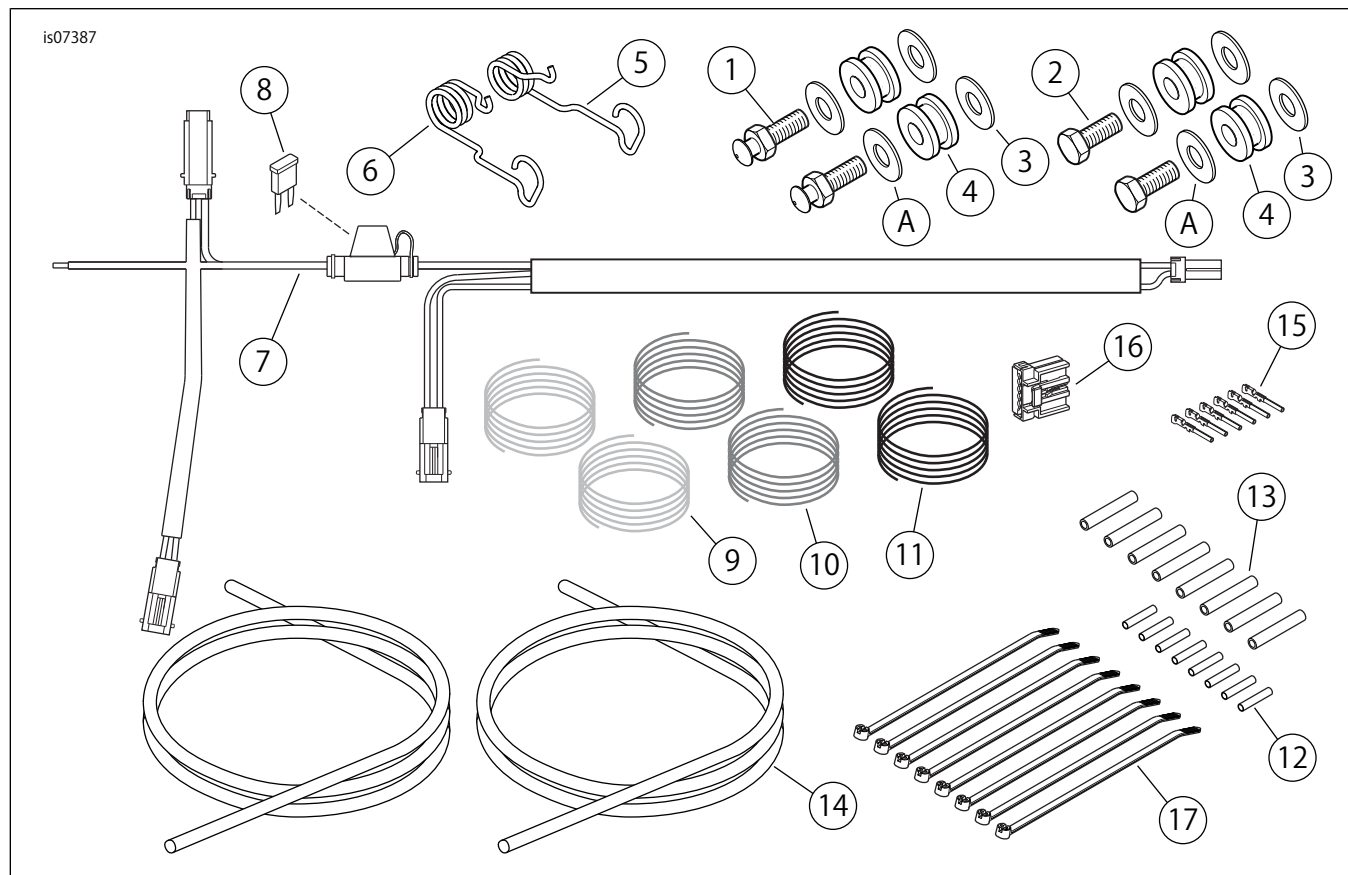

図4。サービスパーツ、FLSTF補助ランプマウントおよびターンシグナルリロケーションハードウェアキット
3. 「図4」を参照してください。このキットからマッシュルームヘッドマウントピン(1)、六角ヘッドキャップスクリュー(2)、プレーンワッシャー(3)2枚、ブッシュ(4)2個を取り出し、FLD補助ランプマウントキットからクロームワッシャー(A)2枚を取り出します。また、先に組み立てた正しい側の補助ランプとマウントバーを用意します。
12. 「図4」を参照してください。配線(9、10、11)6本、ワイヤーコネクタ(12)6個、シュリンクチューブ(13)6ピースをキットから取り出します。サービスマニュアルの付録の説明に従って、各配線の先をカットし除去します。シュリンクチューブ1ピースを6本の配線のそれぞれの先にスライドさせます。